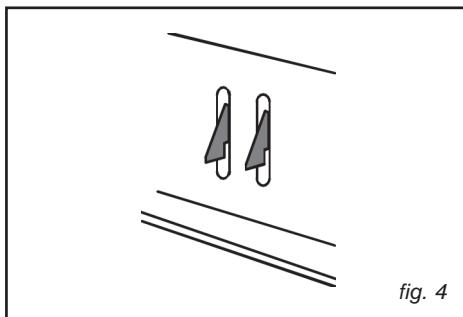

fig. 4
- Überprüfen, dass die Befestigungsflügel (Abb. 4) zum Festmachen am Hängeschranks in einer angemessenen Höhe im Verhältnis zur Dicke des Hängeschrankbodens positioniert sind.